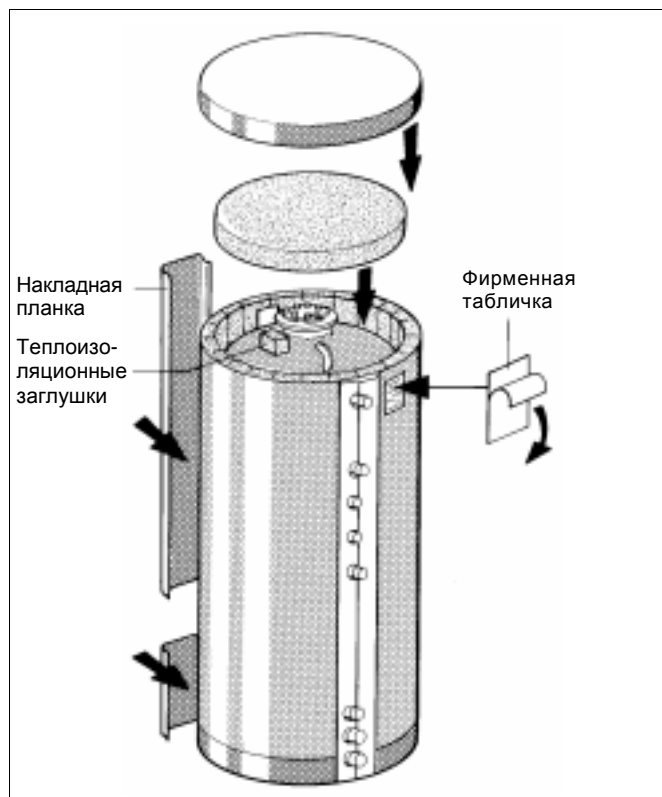

Рис. 8 Принципиальная схема
- Вставить изнутри в вырезы прямоугольные теплоизоляционные заглушки (рис. 8).
- Верхний теплоизоляционный круг наложить на крышку смотрового отверстия так, чтобы он сомкнулся по краю с матами (рис. 8).
- Надеть верхний кожух (пластмассовую крышку) сверху теплоизоляционного круга на края матов (рис. 8).
- Надеть накладную планку на планку с вырезами теплоизоляционных матов (рис. 8).
- Снять защитную пленку с обратной стороны фирменной таблички и наклеить табличку сверху справа рядом со штуцером „АВ“ (рис. 8).
- Уложить верхний теплоизоляционный круг (рис. 8).